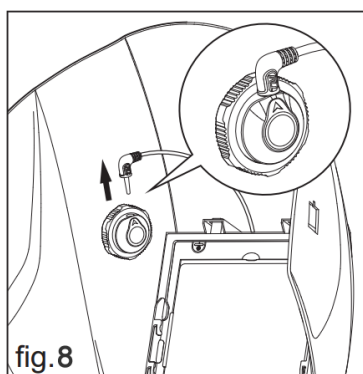
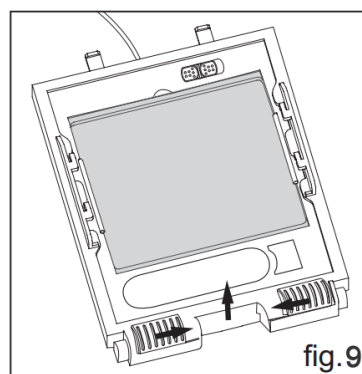
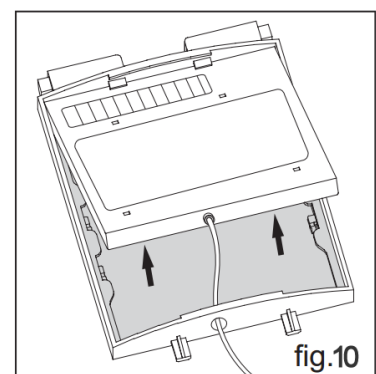

fig. 8
fig. 9
fig. 10
- **VÝMĚNA PŘEDNÍ KRYCÍ FOLIE** – Vyměňte přední krycí folii, pokud je poničená. Stlačte zámky držáku filtru (viz fig. 9) a nadzvedněte. Vyjměte přední krycí folii z sestavy kukly. **Opatrně odstraňte těsnění z krycí folie. Nainstalujte novou krycí folii do těsnění a namontujte zpět do skořepiny kukly (stejným způsobem, jaký byl odstraněna). Zajistěte zámky.**
- **VÝMĚNA KAZETY FILTRU** - Nejprve vytáhněte koncovku z ovládacího pouzdra (viz fig. 8). Za druhé, vytáhněte drát z otvoru ve skořepině kukly a vyjměte sestavu držáku filtru z kukly (viz fig. 9). Za třetí, nadzvedněte horní konec filtru a pečlivě vyjměte kabeláž a koncovku z otvoru v držáku (viz fig.10).